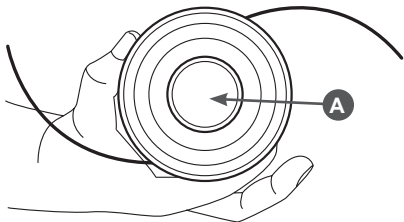
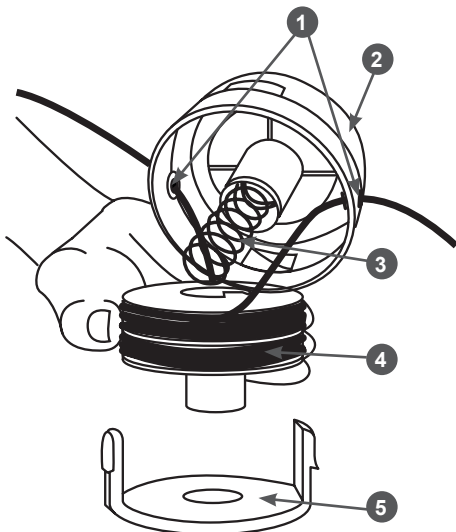

Рис. 9 Снятие крышки триммерной головки
Рис. 10 Снятие катушки
Для выпуска корда из триммерной головки, нажмите без усилия на кнопку А (Рис. 9) триммерной головки в процессе работы. Под действием центробежных сил корд удлинится, лишние части будут обрезаны ножом, расположенным на защитном кожухе. Удлинить корд можно также вручную, при выключенном устройстве, нажав на кнопку А (Рис. 9) триммерной головки большим пальцем правой или левой руки, а пальцами обеих рук одновременно потянув концы корда в разные стороны.
2. Нажмите два фиксатора на крышке триммерной головки (Рис. 9) и снимите крышку 6 (Рис. 10).
3. Выньте катушку 4 из корпуса 2 и удалите остатки старого корда (Рис. 10)
*Не потеряйте пружину 3 (Рис. 10) при снятии катушки.*
4. Отрежьте новый корд длиной около 3м. Сложите корд пополам и вставьте его петлей 2 в паз 3 направляющей 1 катушки (Рис. 10). Намотайте концы корда плотно с натягом в канавки катушки. Направление намотки корда обозначено на катушке стрелкой.
7. Пропустите концы корда через отверстия 1 (Рис. 10) в корпусе триммерной головки.
8. Поместите катушку 4 на пружину 3 и опустите катушку в корпус 2 триммерной головки (Рис. 10).
10. Нажмите на кнопку корпуса триммерной головки А (Рис. 9), потяните за концы корда с небольшим усилием так, чтобы концы корда доставали защитный кожух.